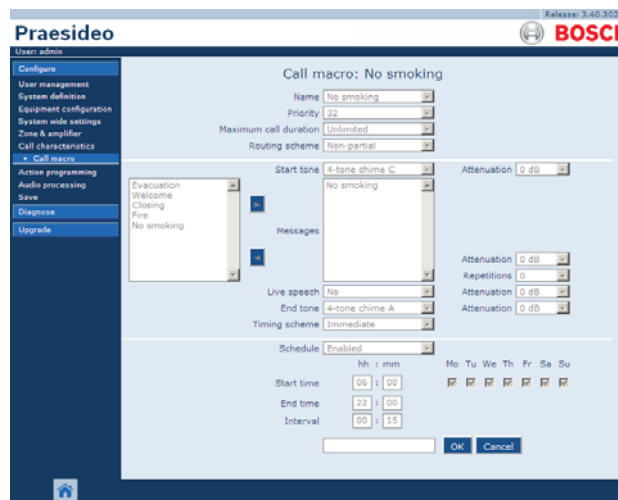

рисунок 47.3: Добавление макрокоманды, шаг 2
- 2 Нажмите кнопку *Add* для добавления новой макрокоманды вызова. В основной части веб-интерфейса откроется экран, подобный экрану, приведенному на рисунок 47.3.